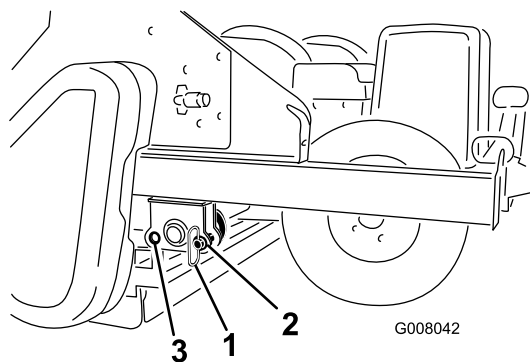

Figura 15
- Retire os pinos de armazenamento do orifício frontal e insira-os na posição do orifício traseiro durante a operação (Figura 15).